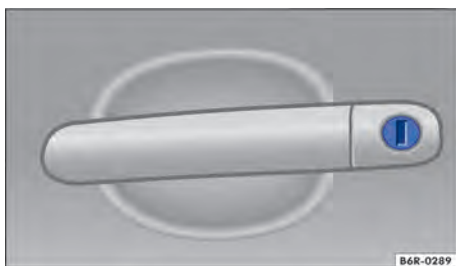

Fig. 53 Maçaneta da porta do condutor com cilindro da fechadura.
- Introduzir a haste da chave no cilindro da fechadura e destravar ou travar o veículo → Fig. 53.